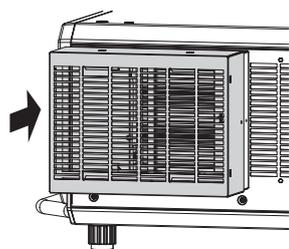

Fig. 1
1) Fixez le couvercle de filtre longue durée à l'attache de montage du filtre longue durée. (Fig. 1)